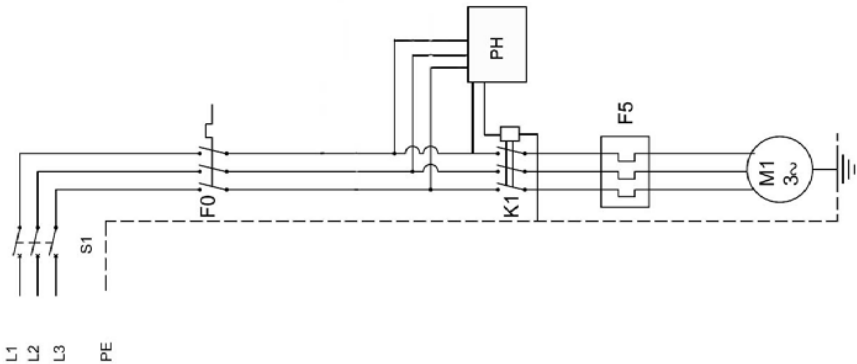

Рис. 7. Электрическая схема подключения насоса.
- Схему подключения можно найти на распределителе двигателя, а также в Настоящей инструкции (Рис.7.).